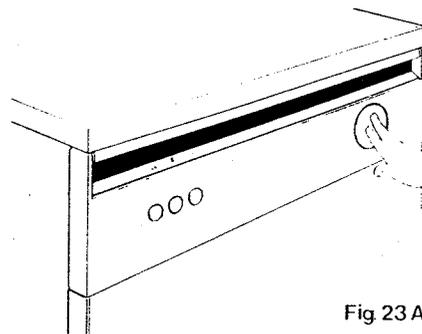

Fig. 23A
- a) Si le bouton sélecteur 6 (fig. 23) est poussé dans son propre logement il suffit de le pousser à nouveau pour établir le programme de lavage (fig. 23A-23B).
- a) When control knob 6 (fig. 23) is in its housing, push it in order to draw it from its housing and set the wash programme (fig. 23A-23B).
- a) Wenn der Drehknopf 6 (Abb. 23) in seinem Sitz untergebracht ist, drücken Sie ihn um ihn von seinem Sitz herauszuziehen und um das Programm zu wählen (Abb. 23A und 23B).
- a) Se la manopola selezionatrice 6 (fig. 23) è alloggiata nella propria sede basta premere per farla uscire e poter impostare il programma di lavaggio (fig. 23A-23B).